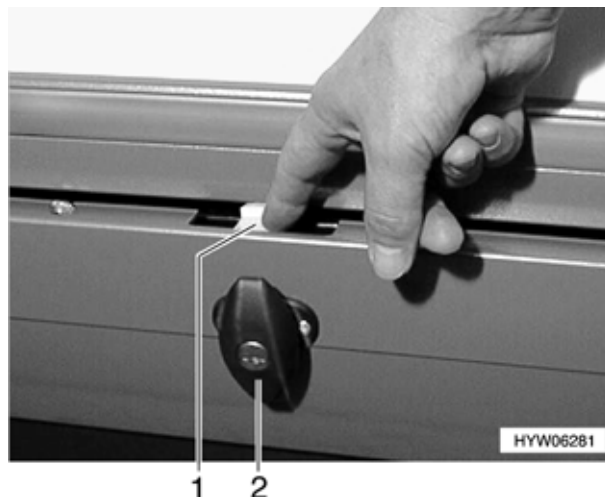

Fig. 34 Sicurezza della serratura gavone estraibile sottopavimento
- Aprire la serratura dello sportello (Fig. 34,2) come sopra descritto.
- Premere la sicurezza (Fig. 34,1) verso il basso, tenerla premuta ed estrarre il gavone sottopavimento.